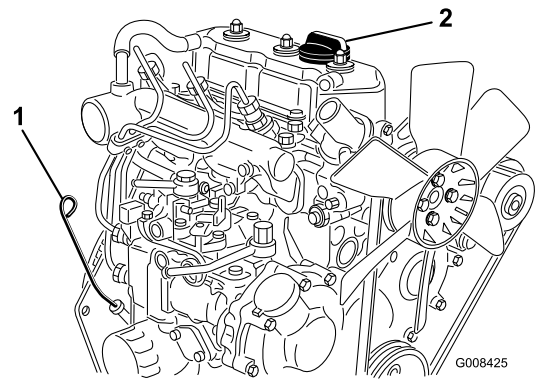

Figura 29
2. Retire la varilla y límpiela con un paño limpio (Figura 29). Introduzca la varilla en el tubo asegurándose de que entre a fondo. Retire la varilla del tubo y verifique el nivel de aceite. Si el nivel de aceite es bajo, retire el tapón de llenado de la cubierta de la válvula y añada **lentamente** suficiente aceite para elevar el nivel a la marca "Full" (lleno) de la varilla. Añada el aceite lentamente y compruebe el nivel a menudo durante este proceso. **No llene demasiado.**